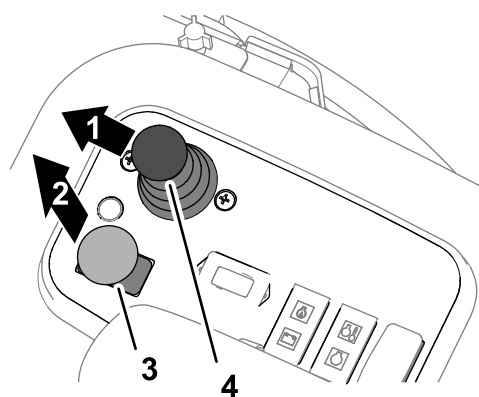

Figura 100
3. Spostate la leva di comando Abbassa-Tosa/Alza in avanti (Figura 100).